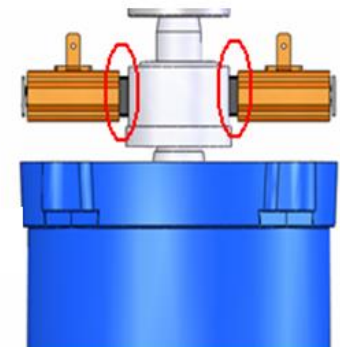

Fig. 23
- Kohlebürsten müssen Motor berühren (Fig. 23)